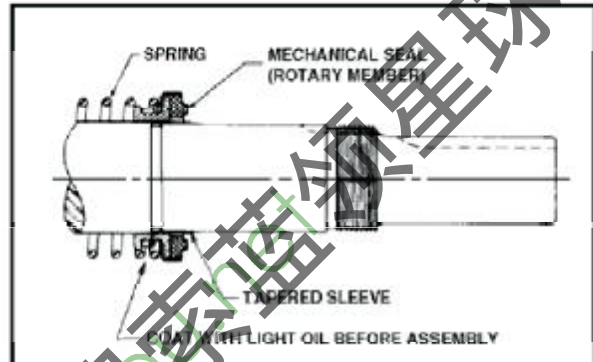

Figure 32
4. 请在轴上插入套筒。见图32。套筒由GG, AS, AK组成，AL重新布置机械密封。把大量的冷冻油涂在旋转轴、楔型安装套筒以及内部的机械密封部件处。也可以使用汽油但是不推荐使用润滑脂。